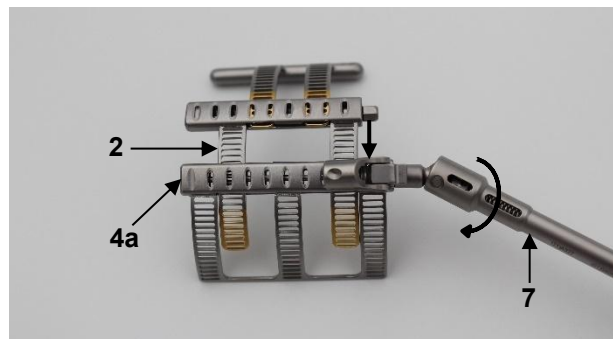

Fig. 4
Per prima cosa far rientrare completamente l'elemento primario (2) utilizzando l'apposito cacciavite (7). A tal fine, ruotare in senso antiorario il meccanismo di trasporto sul modulo a scatola dell'elemento base (4a) utilizzando il cacciavite (7) (Fig. 4).